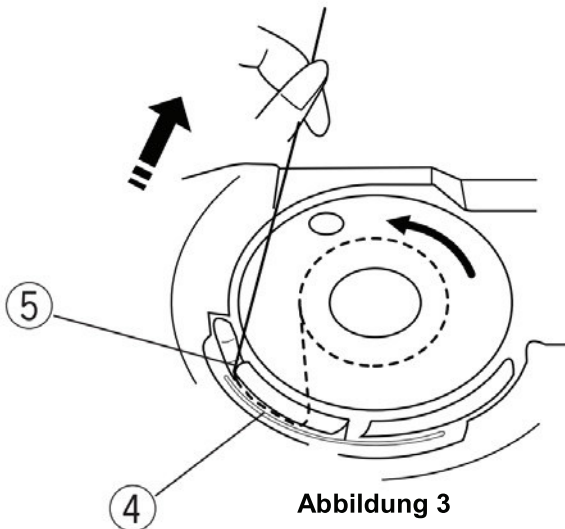

Abbildung 3
Den Faden ziehen Sie nun nach links (Abb. 3). Schieben Sie den Faden zwischen den Spannungsfederklingen ④ der Spulenhalterung (Abb. 3). Ziehen Sie den Faden langsam weiter nach links, bis der Faden in die seitliche Nut ⑤ rutscht (Abb. 3).